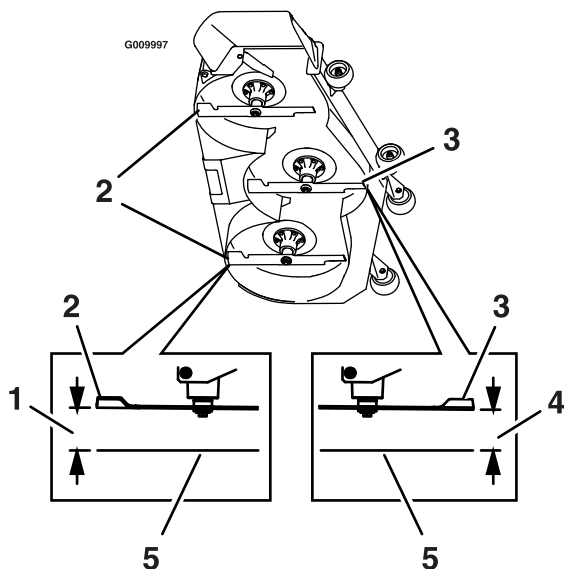

Figura 81
7. Misurate da una superficie piana alla punta anteriore della lama centrale (Figura 81).